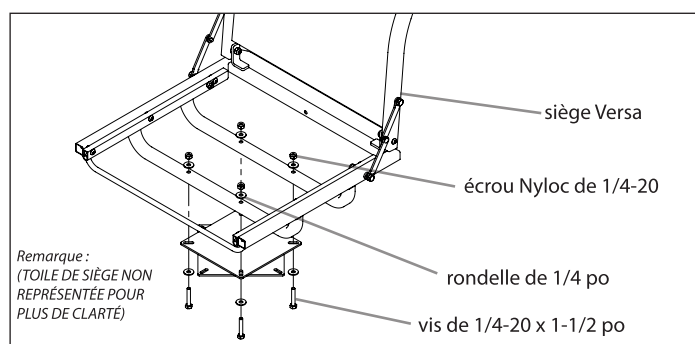

FIGURE 5
9. Trouver les deux (2) sièges Versa (15004), les deux (2) sachets de petites pièces (15752) et les deux (2) pivots (15016). Attacher un (1) pivot (15016) à un (1) siège Versa (15004) avec quatre (4) vis de 1/4-20 x 1-1/2 po, huit (8) rondelles de 1/4 po et quatre (4) écrous Nyloc de 1/4-20. Répéter cette opération pour assembler l'autre combinaison siège-pivot. **VOIR FIGURE 5**